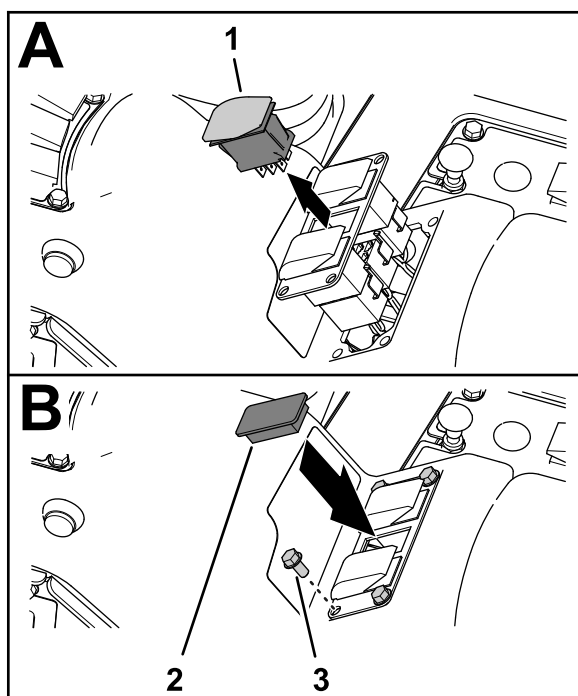

Рисунок 240
2. Сожмите вместе фиксирующие выступы переключателя интенсивности опрыскивания и выдавите переключатель из панели с 3 переключателями (Рисунок 240).
5. Установите панель с 3 переключателями на консоль управления (Рисунок 240) при помощи 4 винтов с фланцевыми головками ($\frac{1}{4} \times \frac{1}{2}$ дюйма), снятых при выполнении пункта 1.